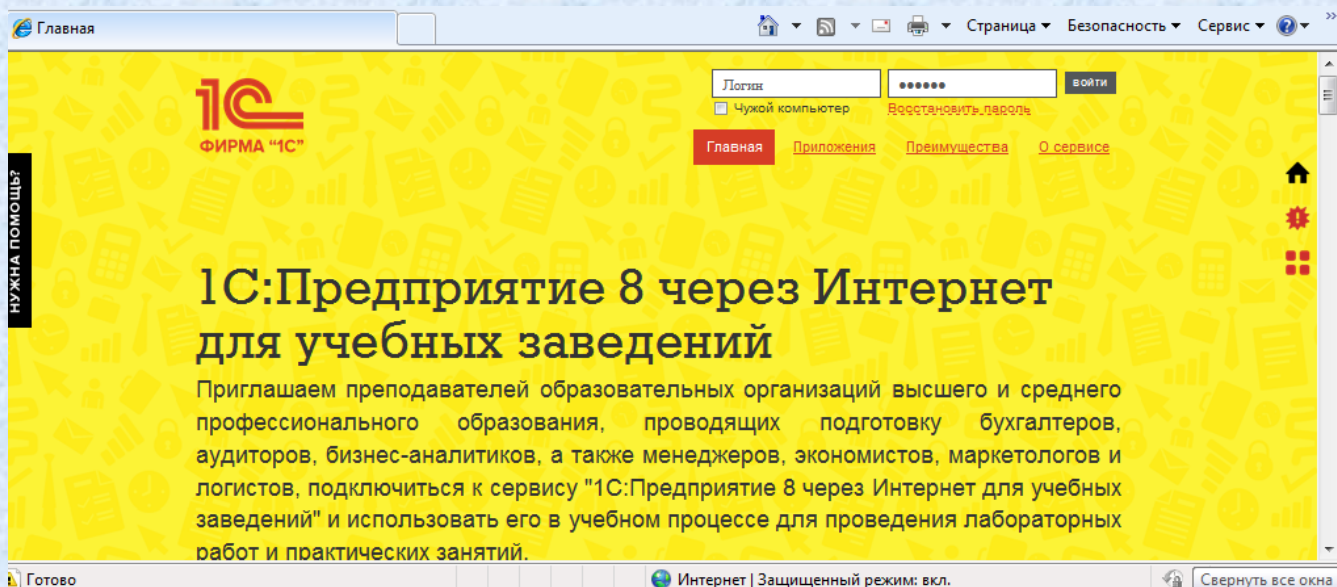

Рисунок 1- Стартовая страница для работы в сервисе
1. Перейдите на сайт сервиса <https://edu.1cfresh.com/about> (рисунок 1).